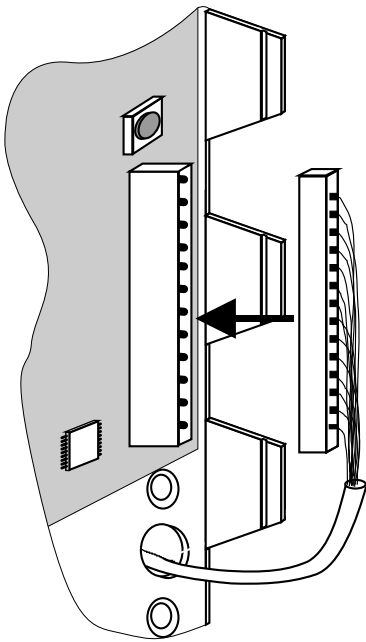

Рис. 13
7.1.17. Соедините разъём кабеля от ручки набора кода с соответствующим разъёмом платы управления (рис. 13).